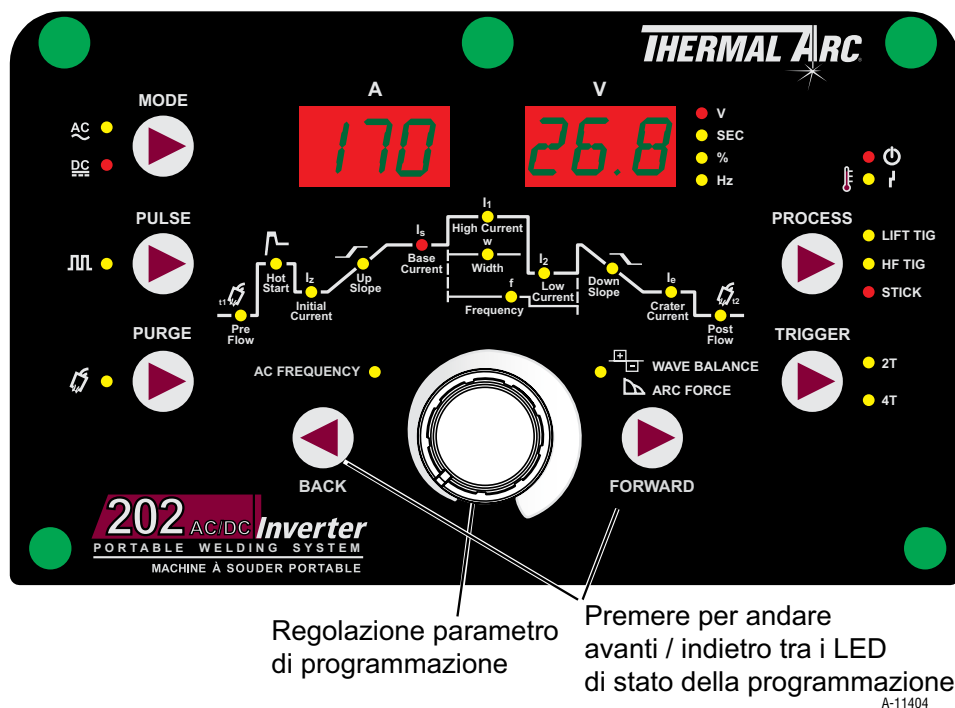

Figura 3-5: Modo di programmazione Stick
9. Aprire lentamente e con attenzione la valvola della bombola (Figura 3-5) fino a quando appare la pressione massima sul manometro di alta pressione.